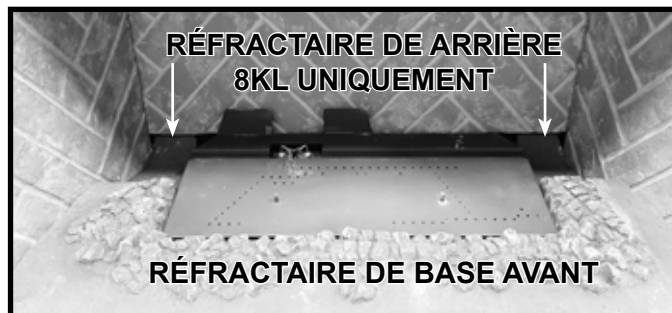
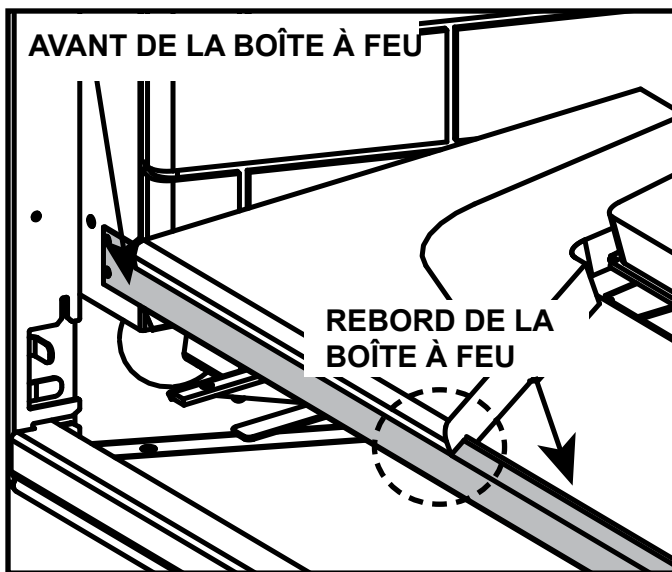

Figure 11.8 Pièces réfractaires de base installées
Figure 11.9 Réfractaire de base avant installé
8. Avant de placer le réfractaire de base, assurez-vous que le plateau de base est centré de gauche à droite et qu'il est positionné suffisamment vers l'avant pour entrer en contact avec l'avant de la boîte à feu, comme illustré à la figure 11.9. Installez le réfractaire de base avant en le plaçant comme illustré à la figure 11.8. Assurez-vous que le profil du réfractaire s'ajuste au rebord de la boîte à feu, comme illustré à la figure 11.9.